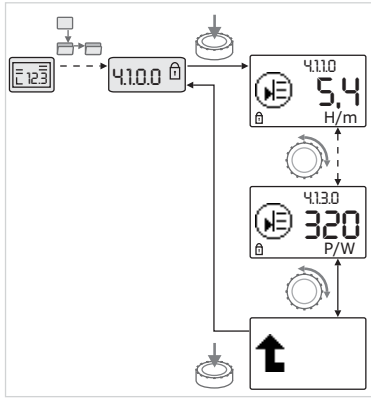

Fig. 40 : Appeler des informations
- Une rotation du bouton blanc permet de faire défiler les éléments de menu de type « Information » du sous-menu actuel (voir fig. 40). Pour des explications sur les réglages représentés par des symboles, voir le tableau au chapitre 8.7 « Référence des éléments de menu » à la page 37.